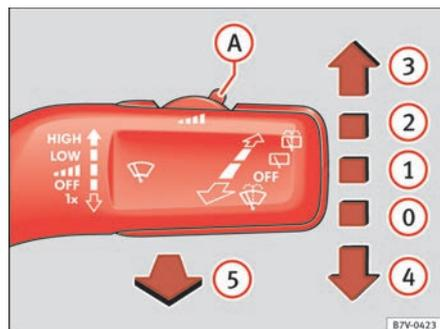

Abb. 72 Frontscheibenwischer bedienen.
- Scheibenwischerhebel kurz nach unten drücken ⇒ Seite 128, Abb. 72
④.